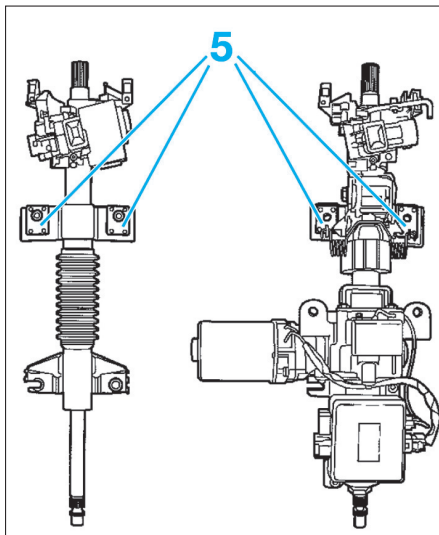

Fig. 6
- Contrôler le bon positionnement des patins de rupture (5) sur la colonne de direction. Si les patins de rupture sont desserrés ou décalés, remplacer la colonne de direction (Fig.6).